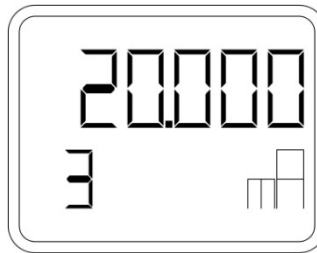

Рисунок 21 – Установка верхнего предела измерения при подаче опорного давления
- При помощи кнопок «↑» и «↓» (или «+» и «-») установить верхнее значение на 20 мА (рисунок 21).